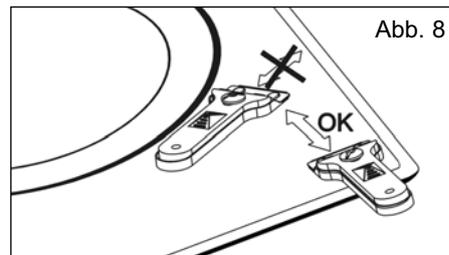

Abb. 8
**Bei unsachgemäßem Gebrauch kann die Klinge brechen, und es ist möglich, dass sich ein Bruchstück zwischen der seitlichen Zierleiste und der Glaskeramik verklemmt. Sollte dies geschehen, versuchen Sie auf keinen Fall, die Bruchstücke von Hand zu entfernen. Benutzen Sie statt dessen eine Pinzette oder ein spitzes Messer. (Siehe Abb. 8)**